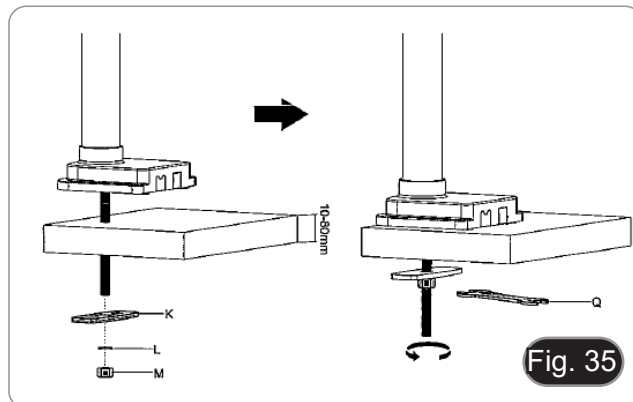

Fig. 35
6. Inserire la vite (I) nel foro del tavolo.
7. Fissare il tutto usando la piastra di fissaggio (K), la rondella (L) ed il dado (M).
8. Serrare il dado usando la chiave (Q). (Fig. 35)